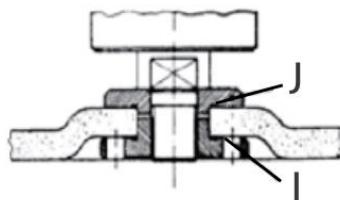

fig. 3
b. Pour les disques de meulage à grain grossier avec un trou du centre plat ou en retrait, installez la collerette avec le côté plat placé vers l'extérieur (fig. 3)